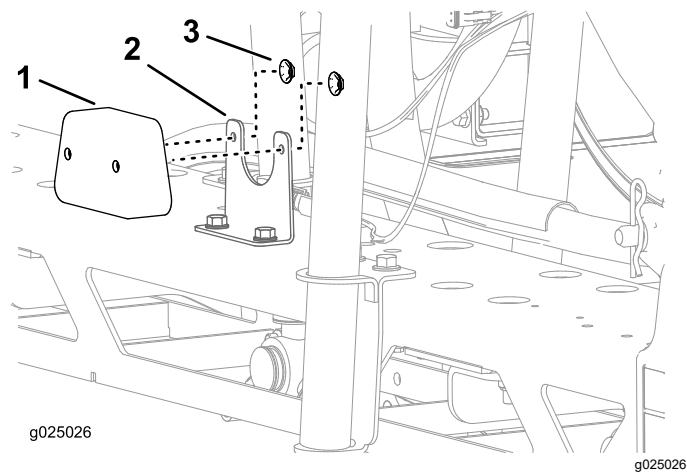

Bild 2
3. Fluchten Sie das Rücklicht mit der Rücklichthalterung aus und befestigen die Teile mit den beiden gestanzten Stahlmuttern, wie in Bild 2 dargestellt.